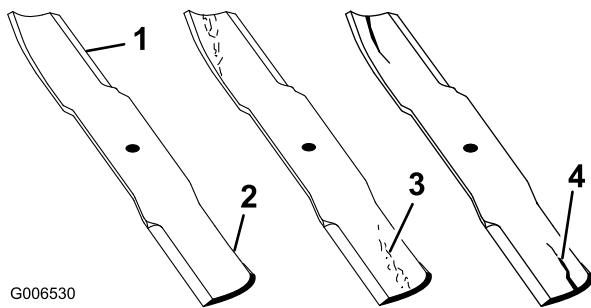

Figura 44
1. Inspeccione los filos de corte (Figura 44). Si los bordes no están afilados o tienen muescas, retire las cuchillas y afílelas. Consulte Afilado de las cuchillas.
2. Inspeccione las cuchillas, especialmente la parte curva (Figura 44). Si observa cualquier daño o desgaste, o la formación de una ranura en esta zona, instale inmediatamente una cuchilla nueva.